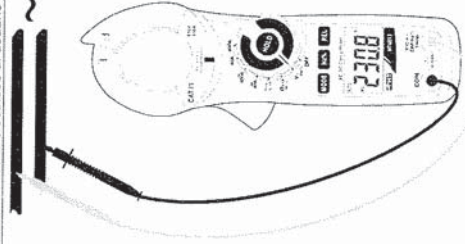

Fig. 3: Uso de la pinza en medida de Tensión CA
4. Inserte el cable rojo en el terminal de entrada **VΩ** y el cable negro en el terminal de entrada **COM** (ver Fig. 3)